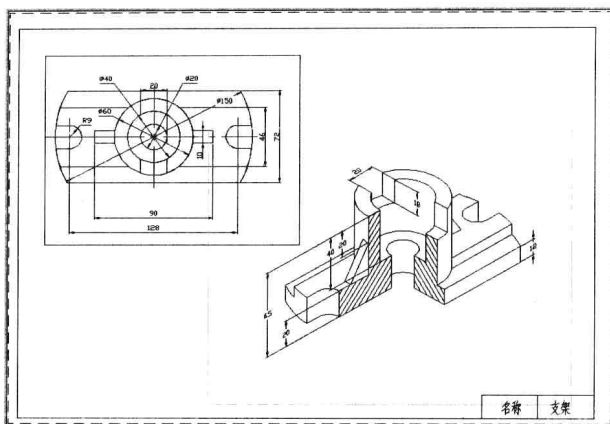

图 11-2-26
(10) 单击“视图”选项卡，在“选项板”面板中，单击“图层特性”按钮，打开“图层特性管理器”选项板，在模型所在的“轴测图”、“剖面轴测图”、“PH-XXX”、“平面图”、“平面图标注”图层侧的“视口冻结”栏中，单击“在当前视口中解冻”按钮，该按钮转换为“在当前视口中冻结”按钮，将图层在当前视口中冻结，此时这个视口中只显示出组合体的轮廓线，以及填充图案和三维标注。
(11) 选择菜单命令“视图/视觉样式/二维线框”。
(12) 在平面图视口内部单击，激活该视口。在图层面板中单击下拉按钮，在下拉列表中单击模型所在的“轴测图”、“剖面轴测图”、“PH-XXX”、“PV-XXX”、“三维标注”、“填充图案”图层右侧的“视口冻结”栏中，单击“在当前视口解冻”按钮，该按钮转换为“在当前视口中冻结”按钮，将图层在当前视口中冻结，此时这个视口中只显示平面图及其标注。
(13) 选择菜单命令“视图/视觉样式/二维线框”。使用“绘图/直线”命令绘制楔体位置缺少的轮廓线。
(14) 在视口外部双击，取消该视口的激活状态。选择菜单命令“绘图/矩形”命令，在图纸的虚线内部绘制一个大的矩形作为图框，用同样的方法在右下角绘制两个小矩形，作为标题栏。选择菜单命令“绘图/文字/多行文字”命令，在标题栏的右下角表格内部创建文字“名称”、“支架”，如图11-2-26所示。
(15) 单击两个视口边框，在图层面板中选择图层名称“Defpoints”，将视口边框放置在这个默认的不可打印图层上。
(16) 在界面顶端快速访问工具栏中，单击“打印”按钮，在打开的对话框中单击“预览”按钮，观察打印效果。满意之后，单击“打印”按钮，打印输出图纸。